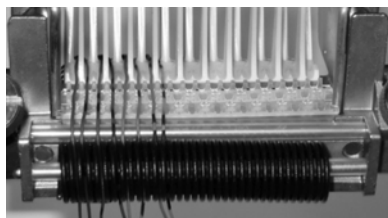

Рис. 6.39. Укладка жил небольшого диаметра на основание
6.2.17. При монтаже кабелей с небольшими диаметрами жил укладку следует начинать между первых витков фиксирующей пружины (рис. 6.39)